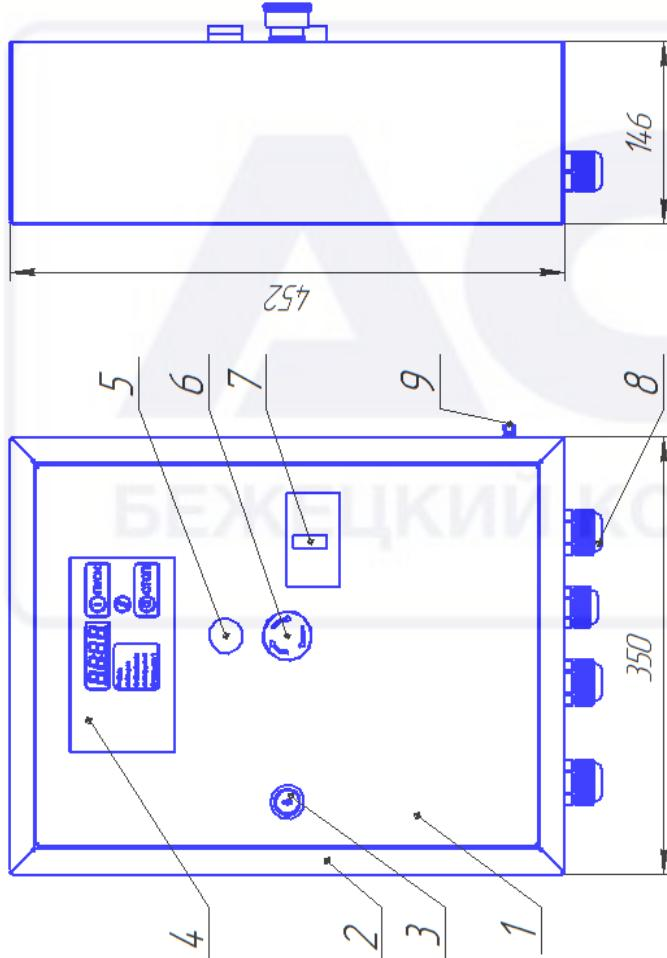

Рисунок 1 – Шкаф управления мод. БКПК-5,5х2
4.1 Шкаф управления (рисунок 1) состоит из корпуса 2, дверцы 1 с установленными на ней элементами управления: контроллера 4 (с наличием дисплея и светодиодных индикаторов), лампочки подачи напряжения «СЕТЬ» 5, кнопки «АВАРИЙНЫЙ СТОП» 6, автоматического выключателя 7.